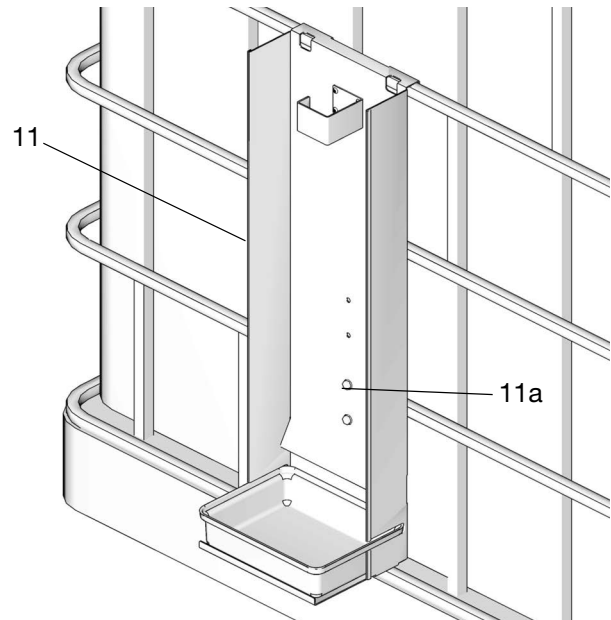

FIG. 20
1. Posizionare il vassoio dosatore (11) sul lato del serbatoio IBC (FIG. 20).
2. Fissare il vassoio in posizione usando 4 viti (11a) (FIG. 20).